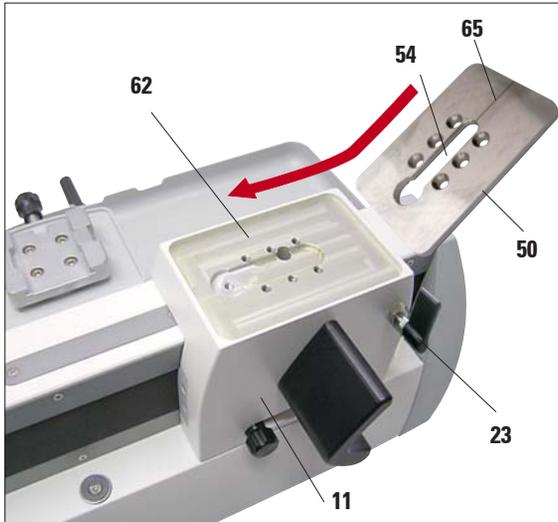

Abb. 15
- Wie in Abb. 15 gezeigt, die Nutenplatte auf die Aufspannfläche aufsetzen. Darauf achten, dass die Nut (54) zum Einsetzen des Klingenhalters mit der runden Einsetzöffnung (56) für das T-Stück nach vorn zeigt (Abb 16).